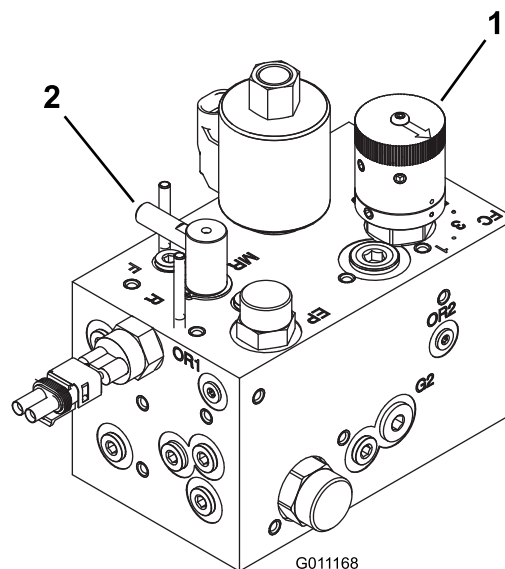

Figura 75
3. Rode o controlo de rectificação para a posição de rectificação (R). Rode o controlo da velocidade dos cilindros para a posição 1 (Figura 75).